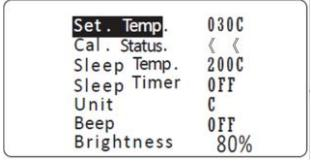

图 9
- 3.5当Cal. Status显示“<<”(见图9)，表示焊台温度向下调整已经达限制或校温幅度过大，出于机器安全考虑，此时无法再继续向下调整温度，但可向上调整。